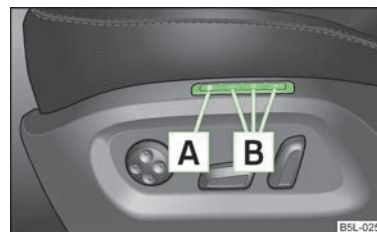

Fig. 45 Tastele pentru memorare și tasta SET
Funcția Memory pentru scaunul șoferului oferă posibilitatea memorării individuale a poziției scaunului șoferului și a oglinzilor exterioare. Fiecareia din cele trei taste de memorie **B** » fig. 45 i se poate alocă o poziție de reglaj a scaunului, adică în total trei.
- Apăsați tasta **SET** **A** » fig. 45.
- Apăsăți tasta de memorare dorită [B] » fig. 45.
- Apăsăți tasta de memorare dorită [B] » fig. 45 ceva mai mult.
- Apăsăți și mențineți apăsată o tastă oarecare de memorare [B] » fig. 45 la pagina 57. După ce scaunul a trecut în poziția memorată la tasta respectivă, apăsați simultan tasta [A] de pe cheia cu telecomandă, în interval de 10 secunde.
- Apăsăți și mențineți apăsată tasta [SET] [A] » fig. 45 la pagina 57. Apăsăți simultan tasta [A] de pe cheia cu telecomandă, în decurs de 10 secunde.